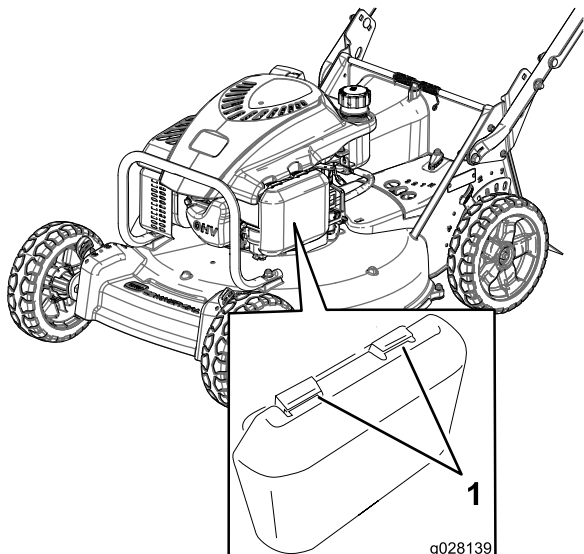

Figura 18
1. Presione hacia abajo los cierres de la parte superior de la tapa del limpiador de aire (Figura 18).
3. Retire el filtro de aire de papel y el pre-filtro de gomaespuma (Figura 18).